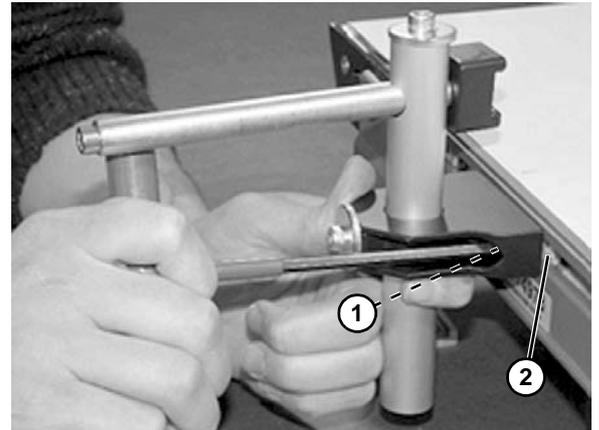

Abbildung 17
2. Schrauben (Abbildung 17, Teil 1) festziehen und sicherstellen, dass die T-Mutter (Abbildung 17, Teil 2) dreht und innen im T-Schlitz einrastet.